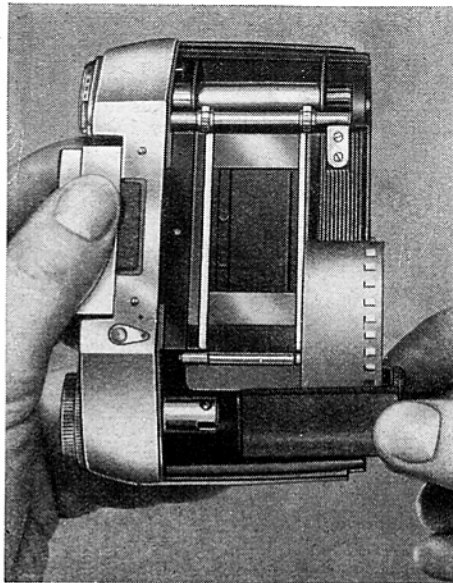
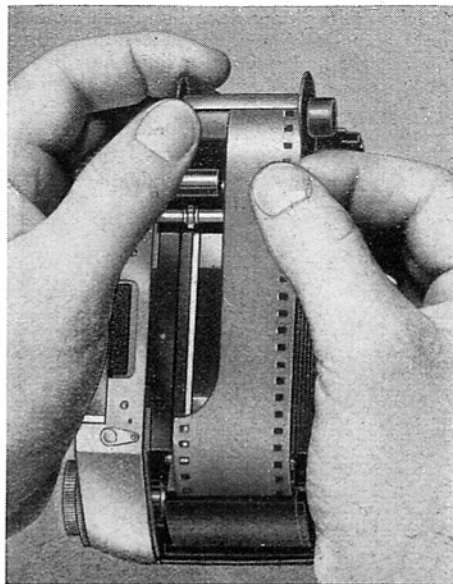

Fig. 20
Fig. 21
Ouvrir le dos de l'appareil (32), introduire la cartouche de film vierge dans son logement (23) (Fig. 20) et tourner légèrement le bouton de réenroulement (15) de façon à engager parfaitement l'entraîneur (26) dans le noyau de la bobine. Retirer la bobine réceptrice (28) de son logement (27), engager l'amorce sous le ressort d'accrochage de cette bobine (Fig. 21). Puis faire passer la bobine (28) dans son logement (27) et tourner légèrement de sorte que l'entraîneur